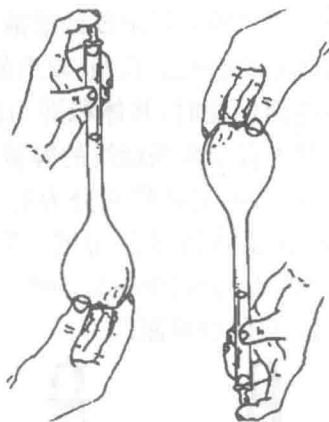

图 1-2 容量瓶的检漏操作
1. 检漏。使用前检查瓶塞处是否漏水。具体操作方法是:在容量瓶内装入适量水,塞紧瓶塞,用右手食指顶住瓶塞,左手五指托住容量瓶底,将其倒立(瓶口朝下),观察容量瓶是否漏水。若不漏水,将容量瓶正立且将瓶塞旋转 180° 后,再次倒立,检查容量瓶是否漏水,操作如图 1-2 所示。若两次操作时,容量瓶瓶塞周围皆无水漏出,即表明容量瓶不漏水。经检查不漏水的容量瓶才能使用。